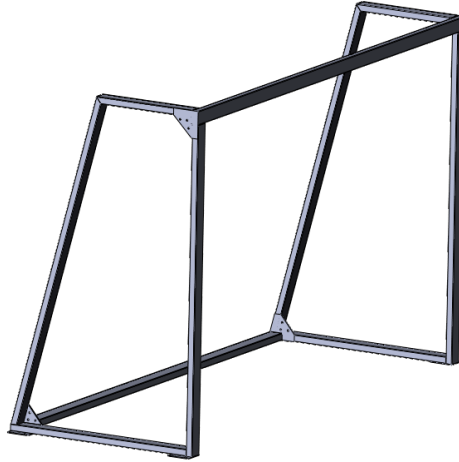

Рисунок 1. Пример исполнения ворот
- ПОГ представляет собой систему из футбольных ворот (рис. 1.) с установленной на ней электроникой для определения попадания мяча за линии ворот и должна учитывать следующие требования: